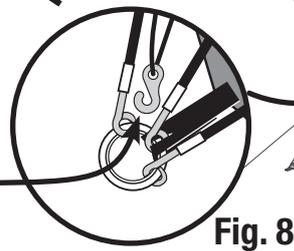

Fig. 8
- Attachez les sandows à crochet en «S» (aux coins du double toit) aux bagues des coins de la tente. (Fig. 8)